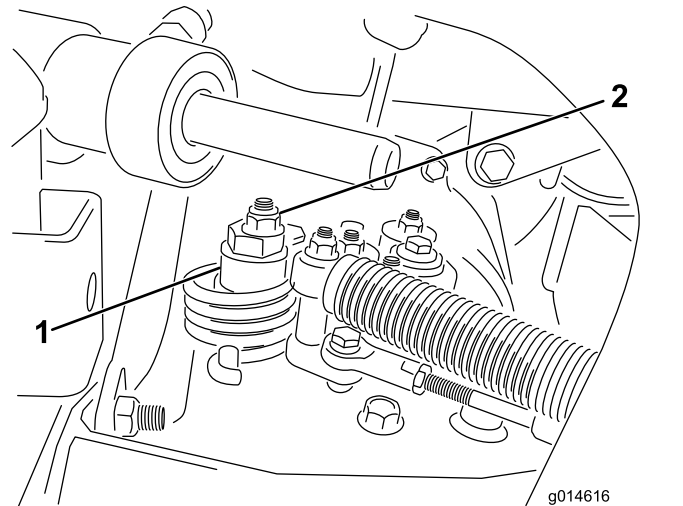

図 44
A. 偏芯ナットをハイドロスタット上部に止めているナットをゆるめる 図 44。
C. どちらにも車輪が回らないように偏芯ナットを回して調整する。調整ができれば固定ナットを締める 図 44。スロットル SLOW および FAST 位置で調整が正しいことを確認する。